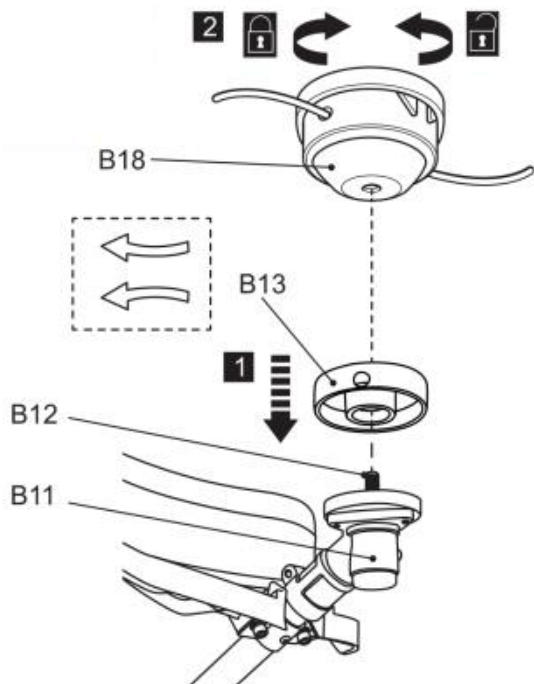

Fig. 6
4) Nakręć głowicę trzymającą (B18) w kierunku przeciwnym do ruchu wskazówek zegara na wrzeciono (B12) i dokręć ręcznie, blokując wrzeciono (B12) kluczem imbusowym (E5). Następnie wyjmij klucz imbusowy (rys. 6).